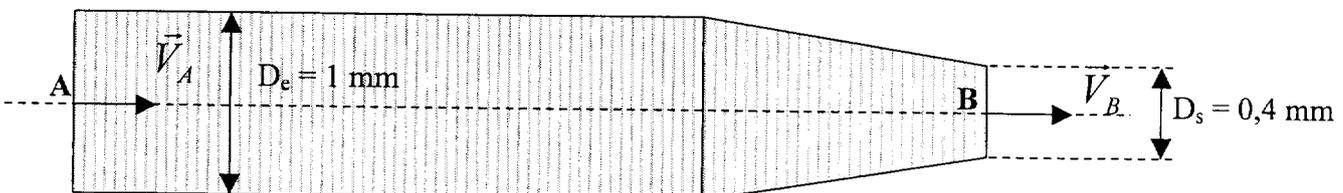

Figure 1 : Buse d'écoulement
1. L'eau sous pression est dirigée vers la surface à découper à l'aide d'une buse (**figure 1**). Dans un premier temps, l'eau est considérée comme un fluide incompressible parfait et son régime d'écoulement est permanent.
- 1.3. Déterminer alors la vitesse d'écoulement de l'eau v_A au point A d'entrée de la buse et v_B au point B à la sortie de la buse (**figure 1**).